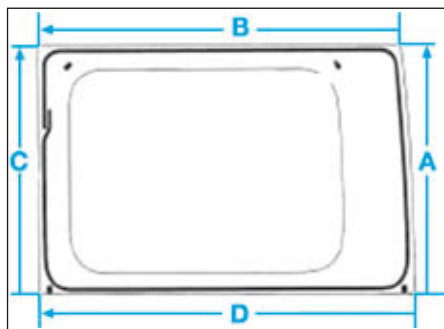

FIG.4
- Couper le cordon de colle, en suivant les zones (A), (B), (C) et (D) (Fig.4).